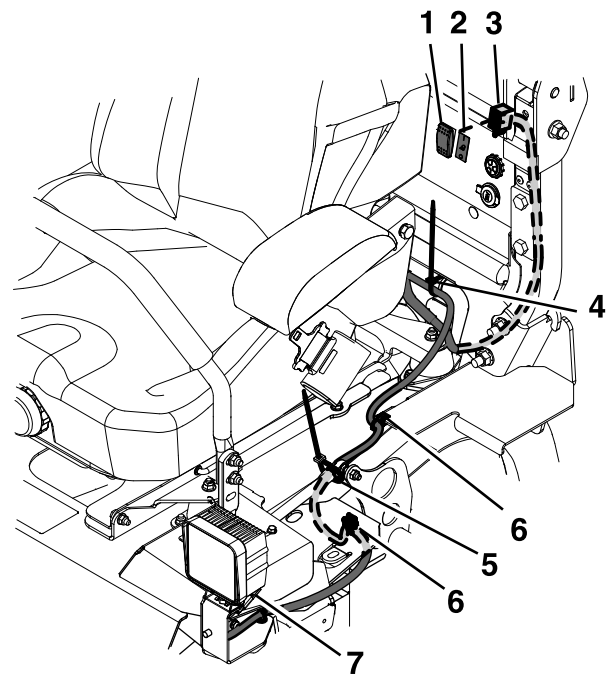

Figura 4
8. Enrute el lado izquierdo del arnés por debajo del perfil principal del bastidor y conéctelo a la luz izquierda, como se muestra en la Figura 4.